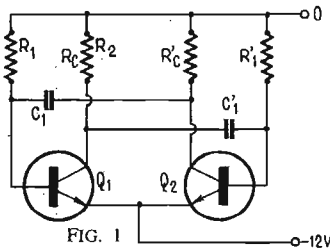
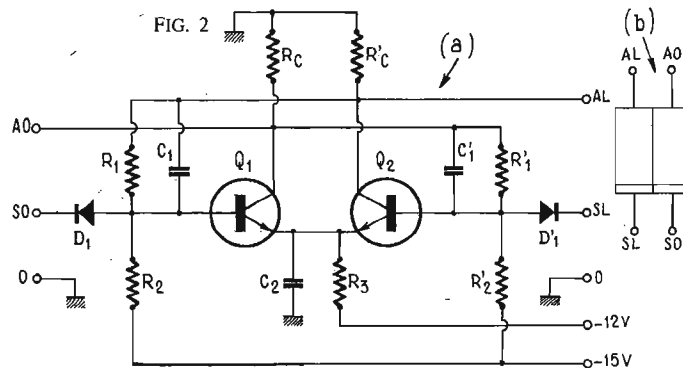

FIG. 1
FIG. 2
Le schéma du multivibrateur bistable s'obtient aisément, du moins du point de vue théorique, en modifiant le schéma d'un multivibrateur astable. La figure 1 rappelle le schéma de ce dernier et l'on voit qu'il se caractérise par des liaisons croisées entre le collecteur de l'un des transistors et la base de l'autre, s'effectuant par des éléments de liaison RCR.
Ainsi, sur le schéma de la figure 2 (a) qui représente un multivibrateur bistable dit aussi Flip-Flop, on constate que les éléments du montage astable de la figure 1 sont conservés : Q₁, Q₂, R₁, R'₁, R_C, R'_C, C₁, C'₁ mais R₁ et R'₁ shuntent les condensateurs. De plus on trouve R₂ et R'₂ reliant les bases à la ligne négative de -15 V. Les émetteurs réunis sont découplés par C₂ et polarisés à travers R₃ à partir de la ligne -12 V.
La commande peut s'effectuer par l'une ou l'autre des entrées et même sur les deux, en même temps ou l'une après l'autre. Le choix est libre entre ces quatre terminaisons pour ne se servir que de deux ou trois dans des conditions déterminées. On indique à la figure 2 (b) un symbole de multivibrateur bistable avec ses 4 terminaisons : les entrées SL et SO et les sorties AL et AO. Remarquons, en confrontant les deux figures (a) et (b) que la lettre O correspond à un des transistors et la lettre L à l'autre, donc, les moitiés du symbole représentent chacune un transistor, la barre horizontale repérant les entrées.
ANALYSE DU SCHEMA FIG. 2 (A)
Dans le multivibrateur **astable**, les deux liaisons constituant la réaction, sont des liaisons en **alternatif**, car le continu est coupé par C_1 et C_1' (voir Fig. 1).
Le circuit que nous décrivons est représenté à la figure 1. Comme on le voit, il est équipé de deux transistors TR₁ et TR₂ ; le premier sera un AC125 ou AC126, et le second, un transistor de puissance BF AD139 ou AD149.